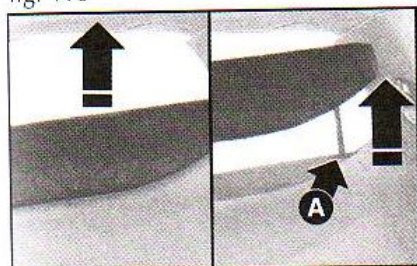

fig. 111
4) Se necessário, retirar os apoios de cabeça do banco traseiro apertando o botão **A** - fig. 111.